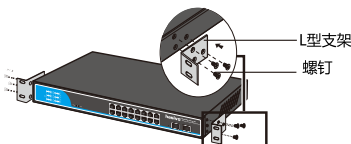

图1.1.1 交换机安装示意图
2. 将配件中的两个L型支架分别安装在交换机面板的两侧，并用配件中提供的螺钉固定，如图1.1.1所示。